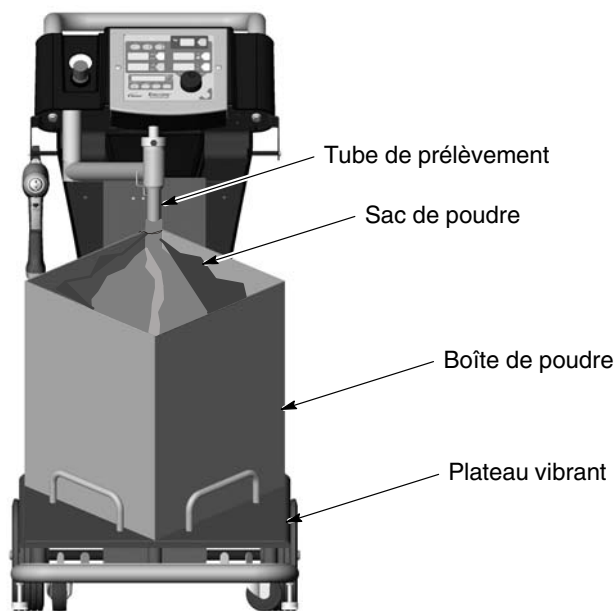

Figure 4-2 Démarrage de la boîte de poudre
2. Voir la figure 4-2. Placer une boîte de poudre sur le plateau vibrant.